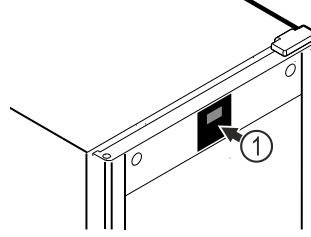

Fig. 51 Eksempelfremstilling
Termometeret er allerede kalibrert fra fabrikken (forskyvning på +6 Kelvin). Hvis innetemperaturen avviker fra temperaturvisningen Fig. 51 (1), kan du kalibrere termometeret.